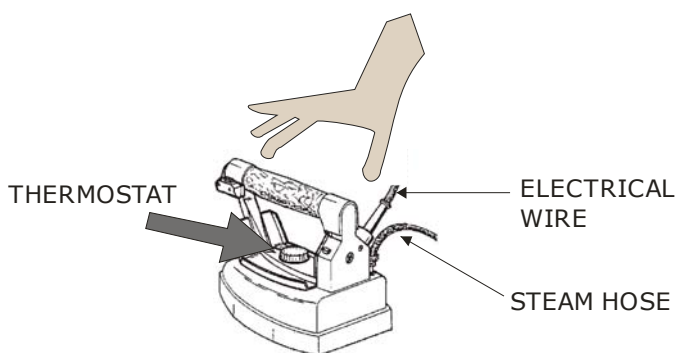
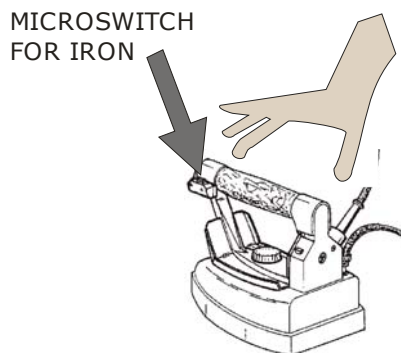

Рис. 6
Рис. 7
Функция двойного нажатия позволяет оператору, переключить функцию наддува на функцию вакуумной вытяжки и наоборот, быстро нажимая микропереключатель утюга два раза (рис. 7), без необходимости использовать электронную панель управления.
1. Возьмите утюг за пробковую ручку, и нажмите микровыключатель утюга (рис. 7) 4-5 раз так, чтобы вышел пар. Это необходимо, чтобы нагреть шланги и избежать конденсата.
2. Попробуйте глажение на предметах одежды, нажимая микровыключатель утюга (рис. 7) с промежутками так, чтобы вышел пар. Для хорошего результата, термостат (рис. 6) установите на отметку "хлопок".
5. Для сухого глаженья можно корректировать термостат (рис. 6) на различных позициях согласно типу ткани (проверить метку на предмете одежды). Для глажения с отпариванием, установите термостат на "хлопке" или "льне".